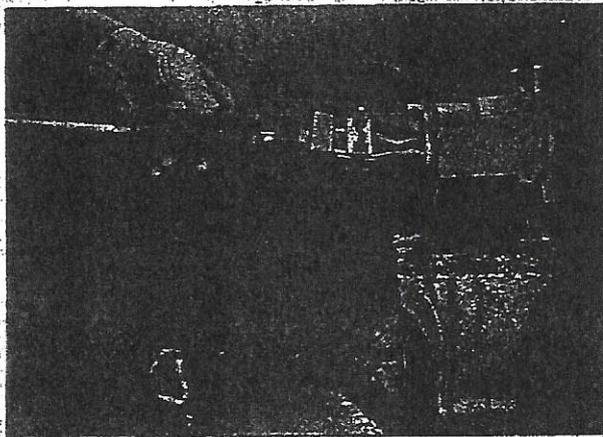

Fig. 55 — Extracção do retentor de óleo do veio de saída.
- Saque o retentor de óleo do acoplamento do cardan com a ferramenta indicada como ilustra a fig. 55.
- b) Retire o retentor de óleo utilizando a ferramenta necessária, como indica a fig. 55.